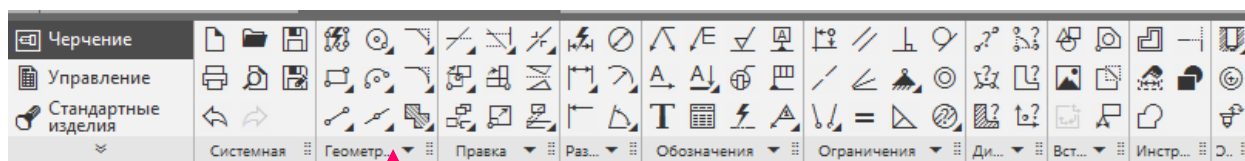

Рисунок 5
- Если команда или группа команд невидима, разверните панель. Для этого щелкните мышью по полю названия панели. (рисунок 5)